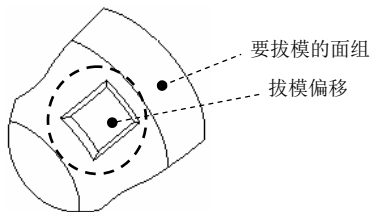

图 6.2.40 拔模偏移
曲面的拔模偏移就是在曲面上创建带斜度侧面的区域偏移。拔模偏移特征可用于实体表面或面组。下面介绍在图 6.2.40 所示的面组上创建拔模偏移的操作过程:
Step2. 选取图 6.2.40 所示的要拔模偏移的面组。